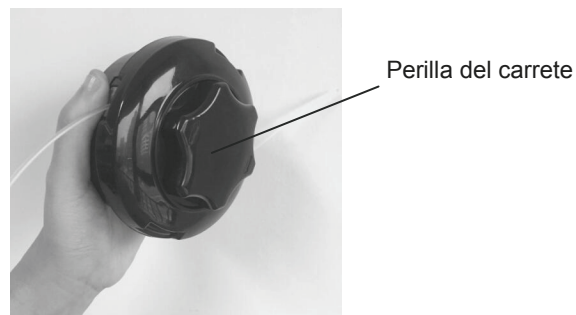

Fig. 3
- Gire la perilla del carrete en sentido contrario a las agujas del reloj (vea las flechas en la parte superior de la perilla) hasta que el hilo se bobine en la longitud de corte adecuada. (Ver Fig. 3)